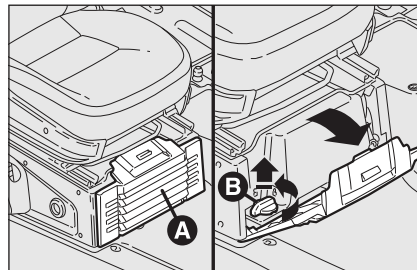

fig. 92
- Ouvrir le volet **A** et l'enlever en agissant comme illustré sur la fig. 92: